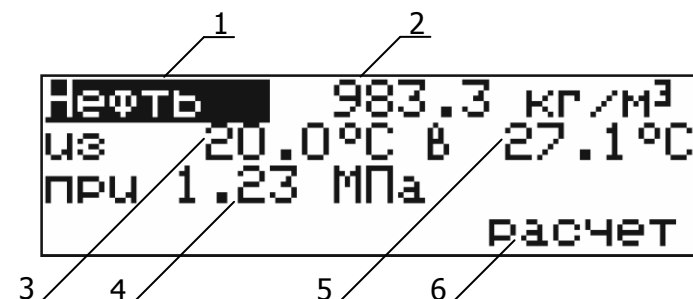

Рисунок 14 — Параметры для расчета приведенной плотности
- последовательно устанавливая кнопками \uparrow , \downarrow указатель (темный фон) в позиции 1–5 (рисунок 14), поочередно ввести параметры для расчета приведенной плотности. Для входа в редактирование параметра нажать **ENTER**. Цифровыми кнопками (рисунок 2) ввести новое значение. Неверно введенный символ можно забить кнопкой \uparrow . Ввод отрицательного значения начать с нажатия кнопки • (точка);